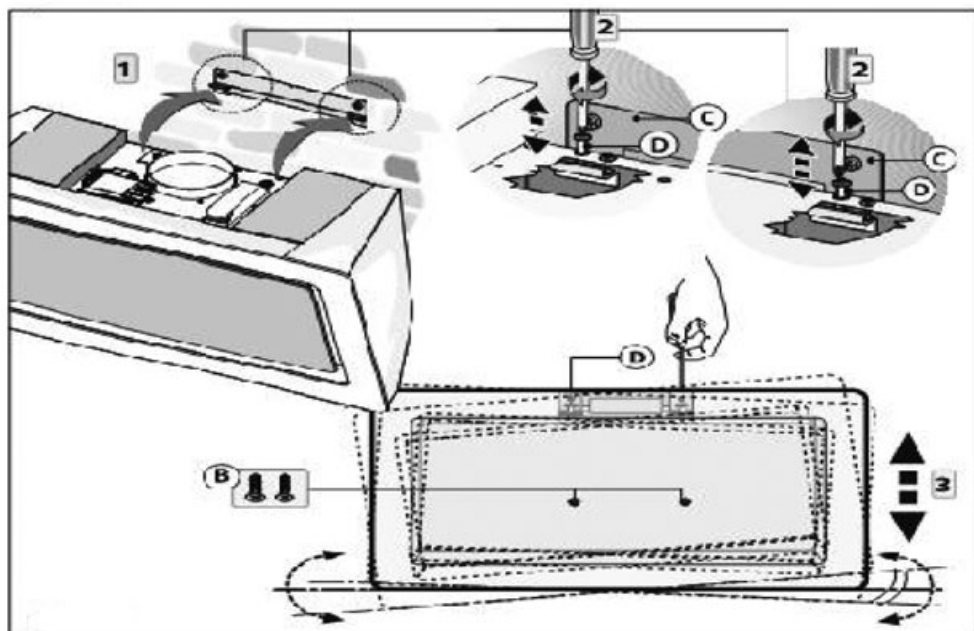

Рис. 11
- Обратите внимание на то, чтобы 2 выравнивающих болта **D** не были затянуты рис. 11.
- Возьмите прибор и повесьте его на скобу **C** рисунок 11, фаза 1.
- Выровнять прибор в горизонтальном положении с помощью выравнивающих болтов **D** рисунок 11, фаза 2.
- После выполнения настройки окончательно закрепите вытяжку с помощью болтов **B** рисунок 11, фаза 3.